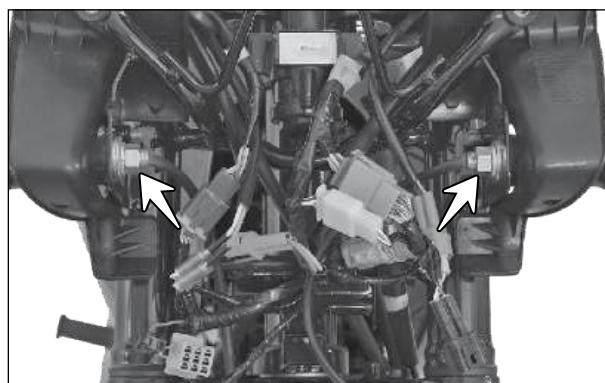

Fig. 6.44
- Remova as porcas (setas) de fixação das sinaleiras dianteiras esquerda e direita no alojamento do farol. (Fig. 6.44)